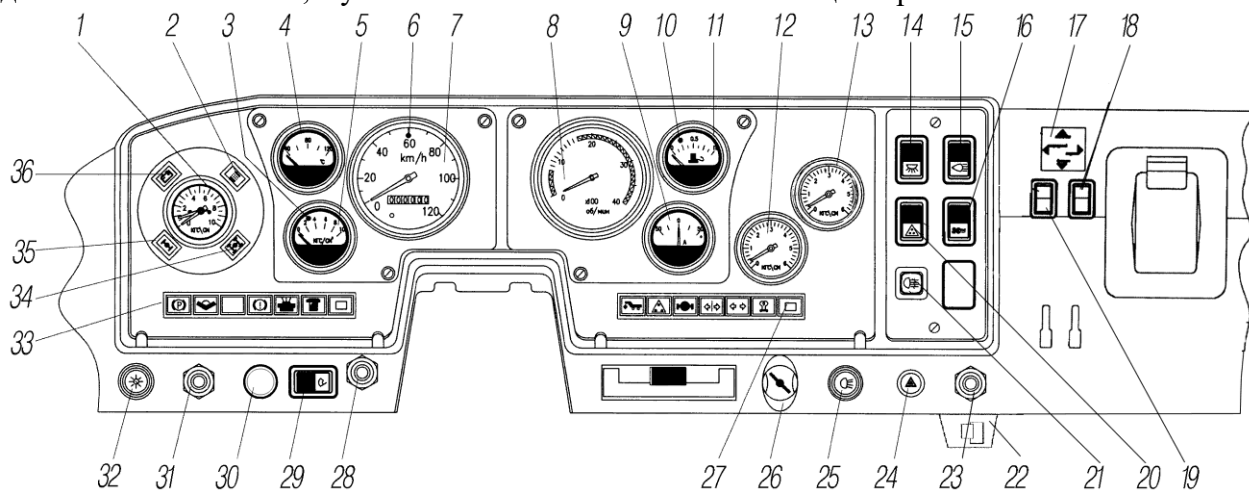

Рис. 8. Панель приборов:
Электронный или электрический спидометр 7 (рис. 8) показывает величину скорости движения автомобиля, а установленный в нем счетчик — общий пробег автомобиля.
- среднее — нейтральное, манометр 12 (см. рис. 8) показывает фактическое давление воздуха в шинах;
Для включения или выключения аккумуляторных батарей автомобиля нажать на кнопку 28 (см.рис. 8), расположенную на панели приборов.
Освещенность шкалы приборов регулируется вращением ручки выключателя 32 (см. рис.8)
Электрофакельное устройство (ЭФУ) работает при постоянно нажатой кнопке 23 (см. рис. 8) Загорание сигнализатора 8 (рис. 9) указывает на готовность ЭФУ к пуску двигателя. При нажатии на кнопки 6, 7 загораются все исправные сигнализаторы левого или правого блоков. Сигнализатор 9 загорается прерывистым зеленым светом при включении указателей правого или левого поворотов автомобиля, сигнализатор 10 загорается при включении указателей правого или левого поворотов прицепа. Эти сигнализаторы также служат для контроля за исправностью ламп указателей поворота.
Указатель 11 (см.рис. 8) показывает величину уровня топлива в основном топливном баке. В шкалу указателя встроен сигнализатор 10, загорающийся при уменьшении объема топлива до 60 л.